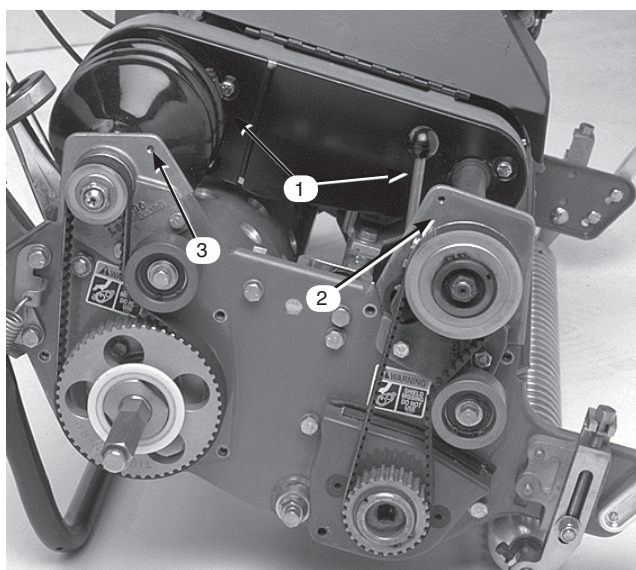

図41
4. デファレンシャル・カバー（前半分と後半分）のキャップスクリュを取り、カバーを外してベルトが見えるようにする（図41）。
6. 前クラッチ・ハウジングをサイド・プレートに固定しているキャップスクリュ 2 本を外す (図41)。
8. 右後ベアリング・ハウジングをサイド・プレートに固定しているキャップスクリュ 2 本とロックナットを外す (図41)。